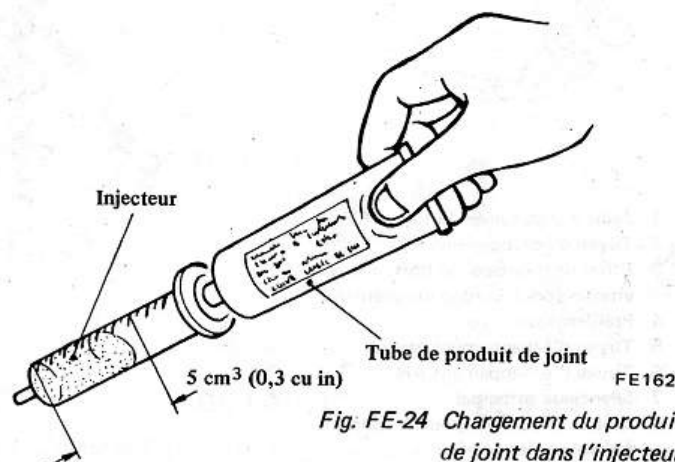

Fig. FE-24 Chargement du produit de joint dans l'injecteur
(2) Introduire environ 5 cm³ (0,3 cu in) de produit dans l'injecteur. Voir figure FE-24.